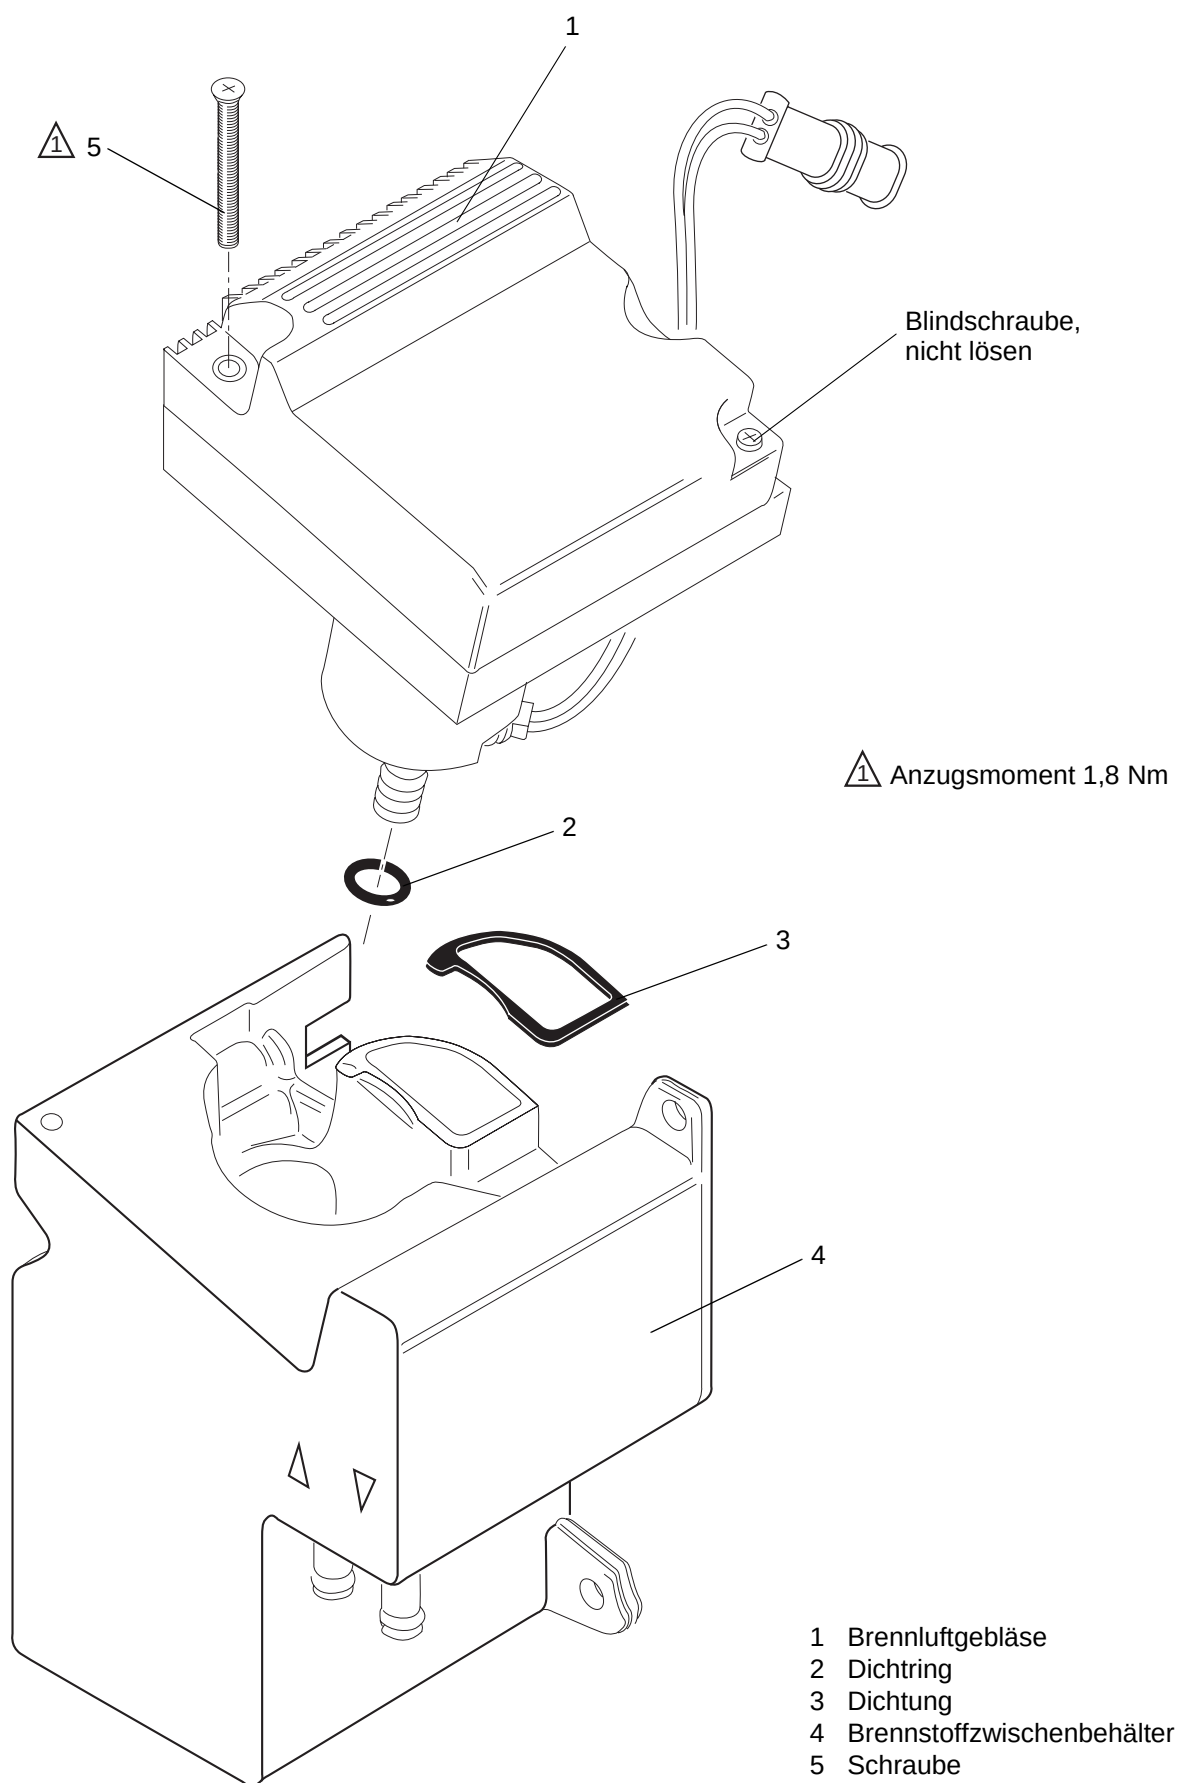

Abb. 905 Wechsel des Brennluftheizers bzw. des Brennstoffzwischenbehälters
3. Schraube (5, Abb. 905) entfernen.
4. Brennluftgebläse (1) aus dem Einbauraum herausziehen und ggf. mit Dichtring (2), Dichtung (3) und Schraube (5) aussondern.
Beim Einbau eines neuen Brennluftgebläses sind grundsätzlich die Ersatzteile aus dem Ersatzteil-Kit zu verwenden. Die Abdichtung erfolgt mit einer neuen Dichtung (3, Abb. 905).
4. Schraube (5, Abb. 905) entfernen.
5. Brennluftgebläse (1) aus dem Einbauraum herausziehen. Ggf. Dichtung (3) entfernen.
6. Ggf. Brennstoffzwischenbehälter (4) aussondern.
Beim Einbau eines neuen Brennstoffzwischenbehälters sind grundsätzlich die Ersatzteile aus dem Ersatzteil-Kit zu verwenden. Die Abdichtung erfolgt mit einer neuen Dichtung (3, Abb. 905).